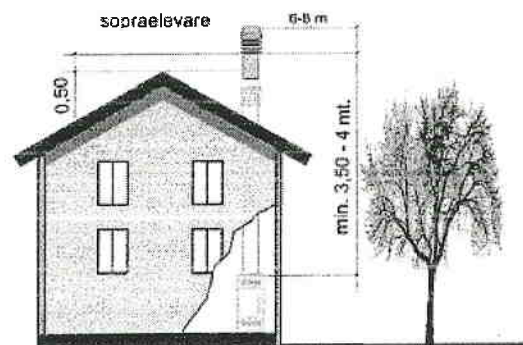

Fig.4
- El extremo de chimenea debe estar colocado de modo que garantice una adecuada dispersión y dilución de los productos de la combustión y fuera de la zona de reflujo. Dicha zona tiene dimensiones y formas diferentes según el ángulo de inclinación de la cubierta, por lo tanto es necesario adoptar as alturas mínimas indicadas en la fig 4 y 5.
- El extremo de chimenea debe ser del tipo antiviento y superar la altura de la cumbre fig. 4 y 5.
- Posibles construcciones u otros obstáculos que superan la altura del extremo de chimenea no deberán estar muy cerca del mismo extremo de chimenea (fig. 4).